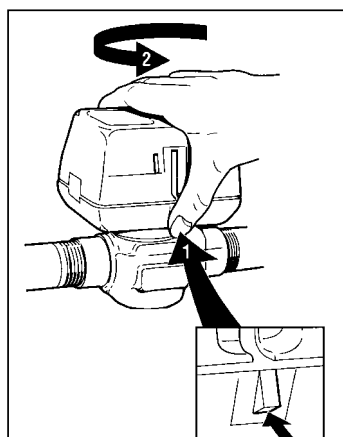

Fig. 3 Het plaatsen van de motor op de afsluiter
3. Om de borging op te heffen, moet de pal die zich onder de handbedieningshendel bevindt, worden ingedrukt. Hierna kan de motor in omgekeerde volgorde van handelingen uit de bajonetsluiting worden losgenomen. (zie fig. 3).